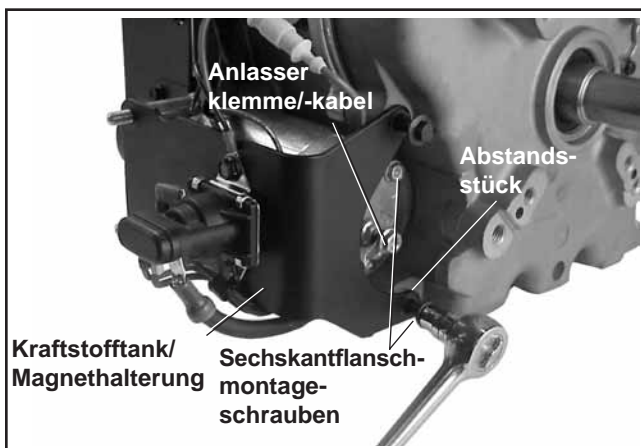

Abbildung 9-15. Ausbau des Bendixanlassers.
2. Falls der Anlasser an Bolzen und mit einer Kraftstofftank-/Magnethalterung montiert ist. Siehe Abbildung 9-15.
- a. Lösen Sie die beiden Sechskantflanschschauben durch die Lagerplatte. Vermerken Sie die Position der Scheiben hinter der Halterung (untere Schraube). Siehe Abbildung 9-15.